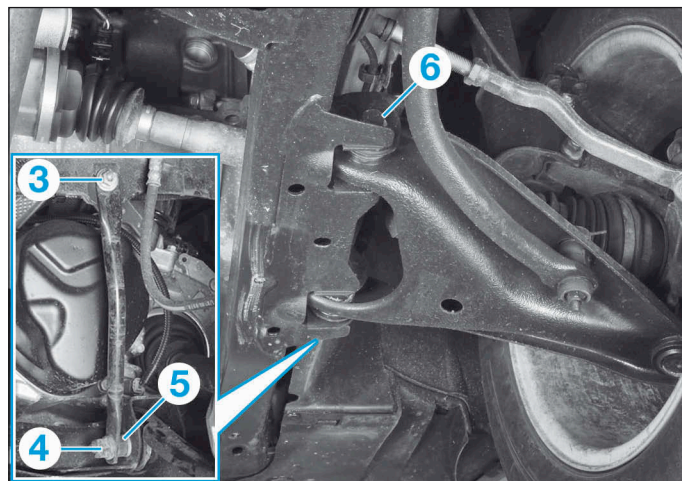

FIG.13
- Desserrer la vis supérieure (3) du tirant de berceau (Fig.13).
- l'écrou inférieur (4) du tirant de berceau,
- les fixations avant (5) et arrière (6) du bras inférieur,